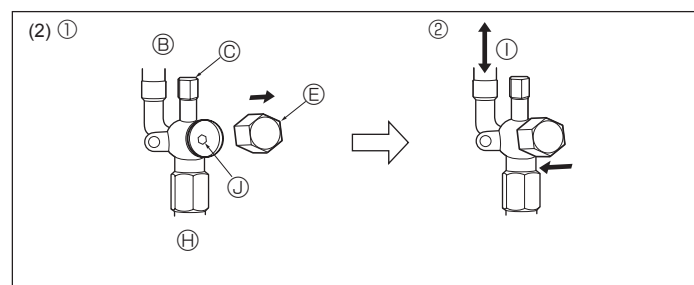

Fig. 4-11
- Страна с жидкостью (Fig. 4-11)